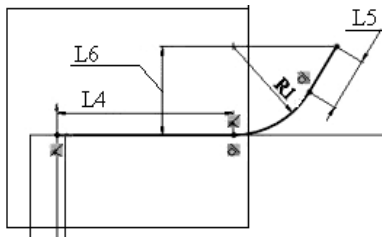

Рисунок 3.4
10. Починаючи від вихідної точки, створіть ескіз відповідно до рис. 3.4: